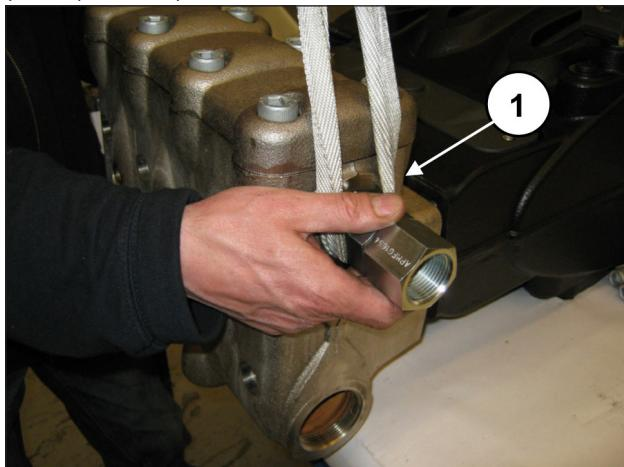
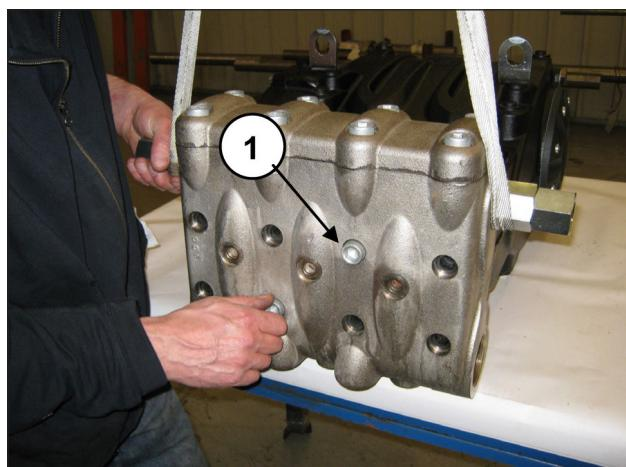

Abb. 131
Abb. 132
Bauen Sie den Kopf auf das Pumpengehäuse an (Pos. ①, Abb. 131) und achten Sie darauf, nicht gegen die Kolben zu stoßen. Ziehen Sie dann die 8 Schrauben M16x180 fest (Pos. ①, Abb. 132).